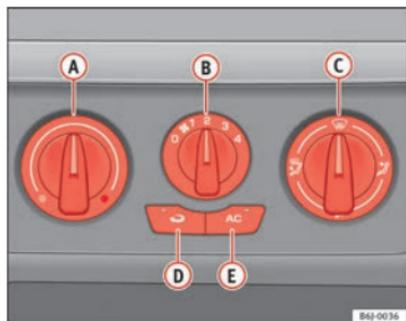

Fig. 94 Sulla plancia portastrumenti: i comandi dell'aria condizionata
- Disattivare l'impianto del condizionatore con il tasto → fig. 94 **AC** (si spegne la spia del tasto).
L'uso della funzione di ricircolo ⇒ fig. 94  (spia nel tasto accesa) impedisce la penetrazione di cattivi odori all'interno dell'abitacolo. Questa funzione è particolarmente utile nelle gallerie e quando si è fermi in coda.